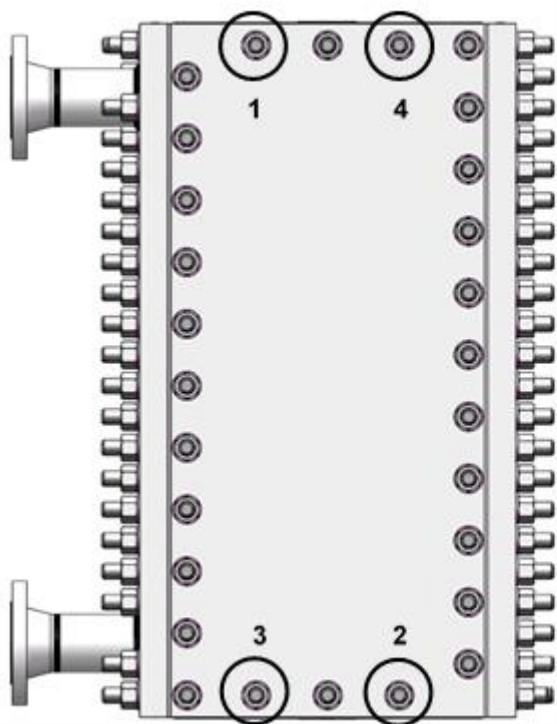

Figure 15
- Graisser le bout des tiges filetées 1, 2, 3 et 4 (figure 15).